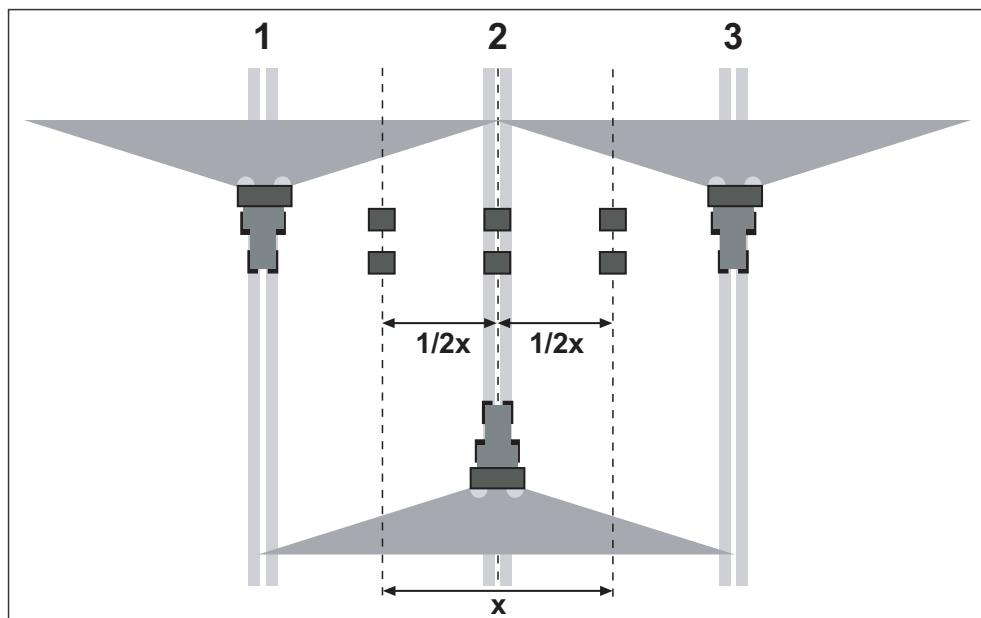

図 7.24: 3回走行の配置
- 図のように2つのトレーをオーバーラップゾーン（行路の間）に一列に置き（1m間隔）、1つはセンタートラックに配置します（図7.24を参照）。